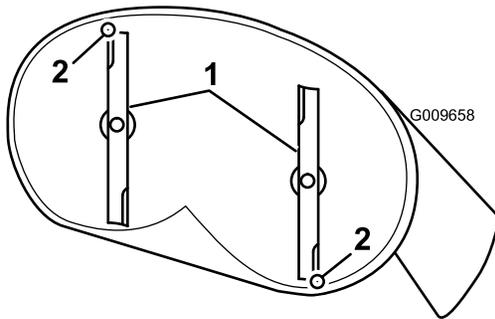

Figura 54
4. Gire cuidadosamente las cuchillas colocándolas en el sentido de avance de la máquina (Figura 54).
5. Mida entre la punta de la cuchilla delantera y la superficie plana y entre la punta de la cuchilla trasera y la superficie plana (Figura 54).
9. Compruebe la inclinación longitudinal de nuevo después del ajuste. Siga ajustando la tuerca hasta que la punta de la cuchilla más avanzada esté entre 1,6–7,9 mm (1/16"-5/16") más baja que la punta de la cuchilla más atrasada (Figura 54).